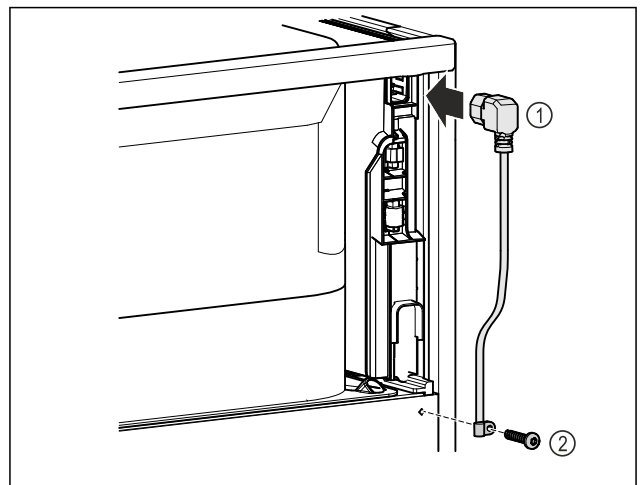

Fig. 11
► Inserire la presa del frigorifero del cavo di alimentazione Fig. 11 (1) sul retro dell'apparecchiatura.
► Montare il serracavo. Fig. 11 (2)